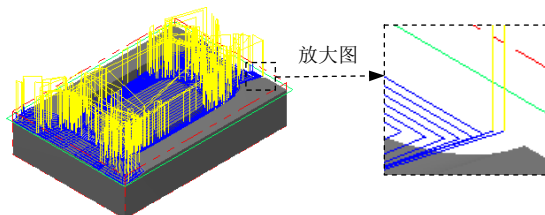

图 23.17 刀具路径
(2) 设置刀具号码。在“定义刀具-机床群组-1”对话框的 **刀具号码** 文本框中，将原有的数值改为 3。
(3) 设置刀具参数。单击“定义刀具-机床群组-1”对话框中的 **参数** 选项卡，在 **进给率** 文本框中输入值 200.0，在 **下刀速率** 文本框中输入值 100.0，在 **提刀速率** 文本框中输入值 500.0，在 **主轴转速** 文本框中输入值 1500.0。
(4) 设置冷却方式。在 **参数** 选项卡中单击 **Coolant...** 按钮，在系统弹出的“Coolant...”对话框的 **Flood** (切削液) 下拉列表中选择 **On** 选项。单击 **✓** 按钮，关闭“Coolant...”对话框。
(5) 单击“定义刀具-机床群组-1”对话框中的 **✓** 按钮，完成刀具参数的设置。
Step8. 单击“曲面残料粗加工”对话框中的 **✓** 按钮，此时在图形区生成图 23.17 所示的刀具路径。